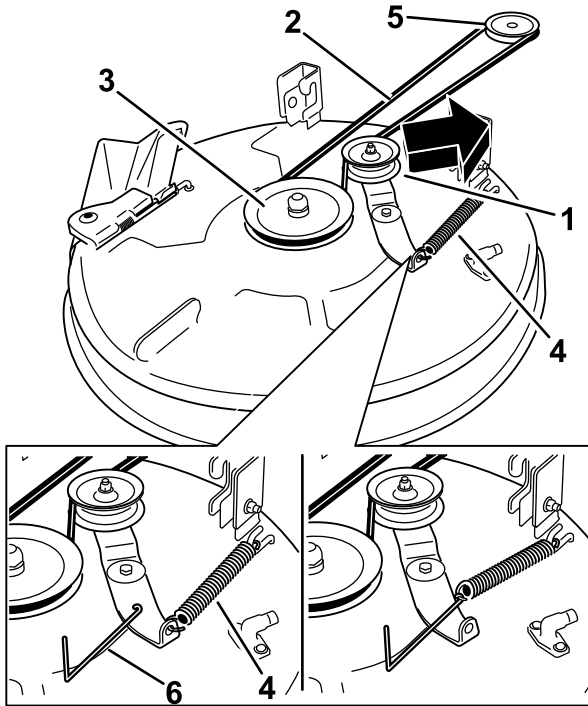
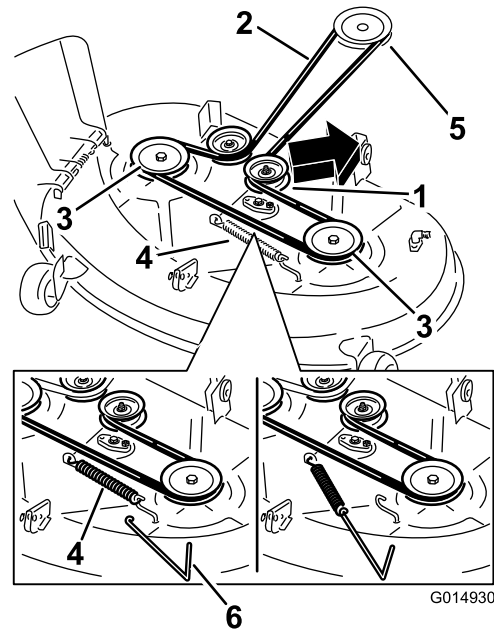

Bild 71
Bild 72
der Spannscheibe zu nehmen, und rollen Sie den Riemen von den Spannscheiben (Bild 71 und Bild 72).
7. Verlegen Sie den neuen Riemen um die Motor- und Mähwerkriemenscheiben (Bild 71 und Bild 72).
8. Setzen Sie die Spannscheibenfeder mit einem Werkzeug zur Federentfernung (Toro Bestellnummer 92-5771) auf den Mähwerkhaken, um die Spannscheibe und den Mähwerkriemen zu spannen (Bild 71 und Bild 72).